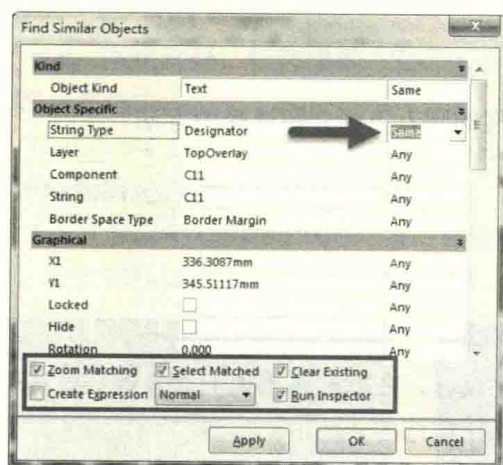
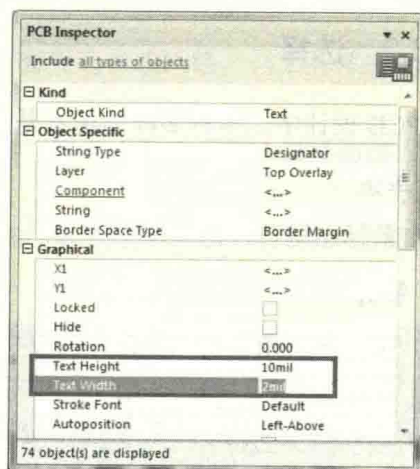

图 8-14 全局操作设置 1
图 8-15 全局操作设置 2
(2) 在弹出的如图 8-14 所示的对话框中，对于“Designator”选项，选择“Same”，表示只对同是“Designator”属性的丝印位号进行选择。值得注意的是，对于下方的选择适配项进行选择性的勾选。
- ① Zoom Matching: 对于匹配项进行放大显示。
- ② Select Matched: 对于匹配项进行选择。
- ③ Clear Existing: 退出当前状态。
- ④ Run Inspector: 选择完成之后运行检查工具 Inspector。
(3) 选择完成之后，单击“OK”按钮，即运行 Inspector，如图 8-15 所示，将“Text Height”及“Text Width”选项分别更改到“10mil”与“2mil”。